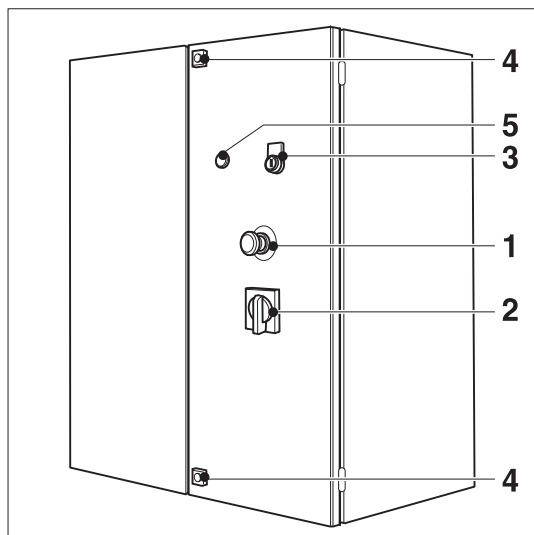

Figura E.2: Armário de distribuição
- sobre o armário de distribuição (1, figura E.2)